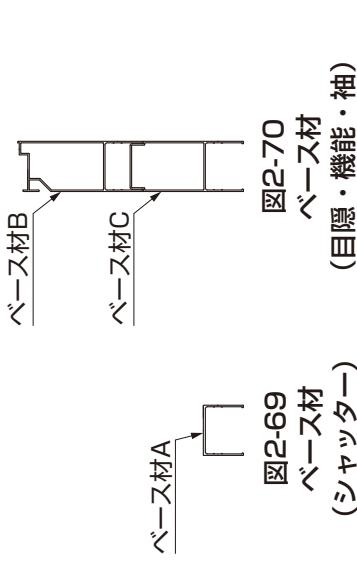
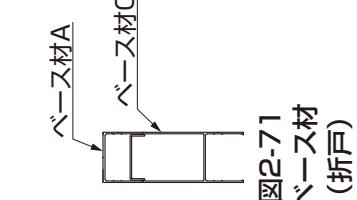
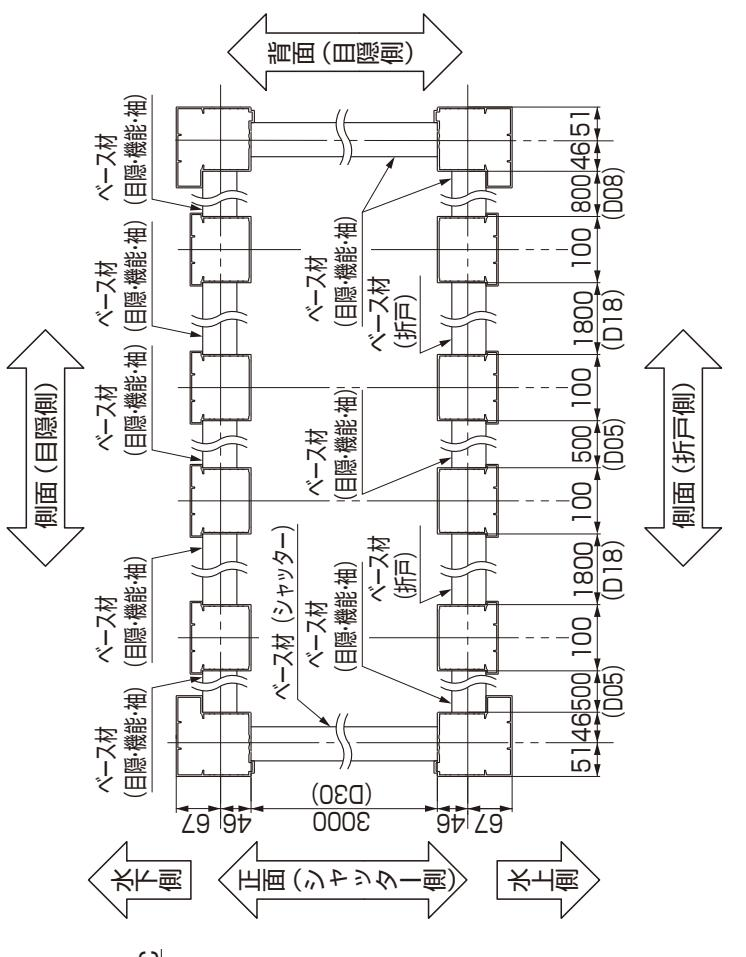

図2-69
図2-70
図2-71
(2) ベース材の配置
- ①ベース材の配置を確認してください。
- ベース材には種類があります。(図2-69、図2-70、図2-71参照)